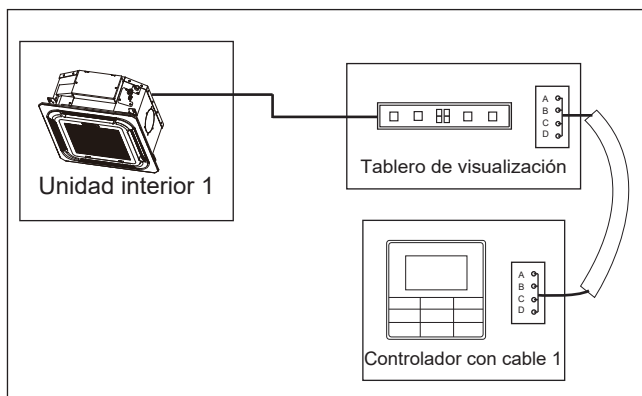

Figura 42
- Utilice 1 controlador con cable para controlar 1 unidad interior (vea la Figura 42).